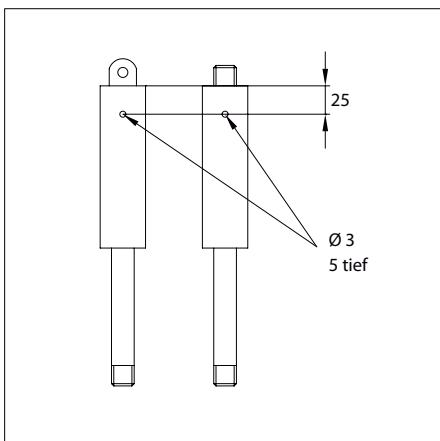

Bild 1
- 1) Gasfedern/Dämpfer: Bohrung gemäß Bild 1 ca. 25 mm vom Zylinderboden anbringen.